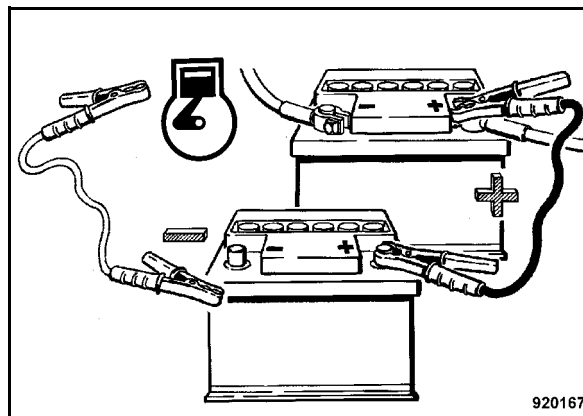

Fig. 38
- A continuación conectar el cable de masa primero con el polo negativo de la batería auxiliar suministradora de corriente y después con una masa del motor o de la carrocería tan lejos posible de la batería (Fig. 38).